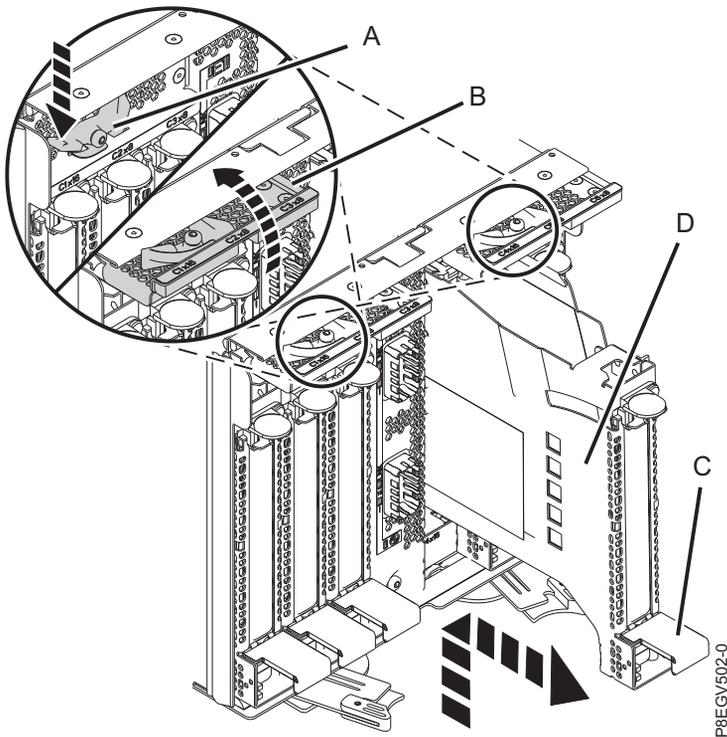

Abbildung 5. PCIe-Adapterkassette ausbauen
- a. Entriegeln Sie beide Verriegelungsklappen (**B**), indem Sie die Sperrhebel (**A**) in die in Abb. 5 auf Seite 6 gezeigte Richtung drücken. Die Verriegelungsklappen (**B**) drehen sich automatisch in die in Abb. 5 auf Seite 6 gezeigte Richtung.
- b. Heben Sie den Kassettengriff (**C**) an und ziehen Sie die Kassette (**D**) aus dem Steckplatz heraus, wie in Abb. 5 auf Seite 6 gezeigt.